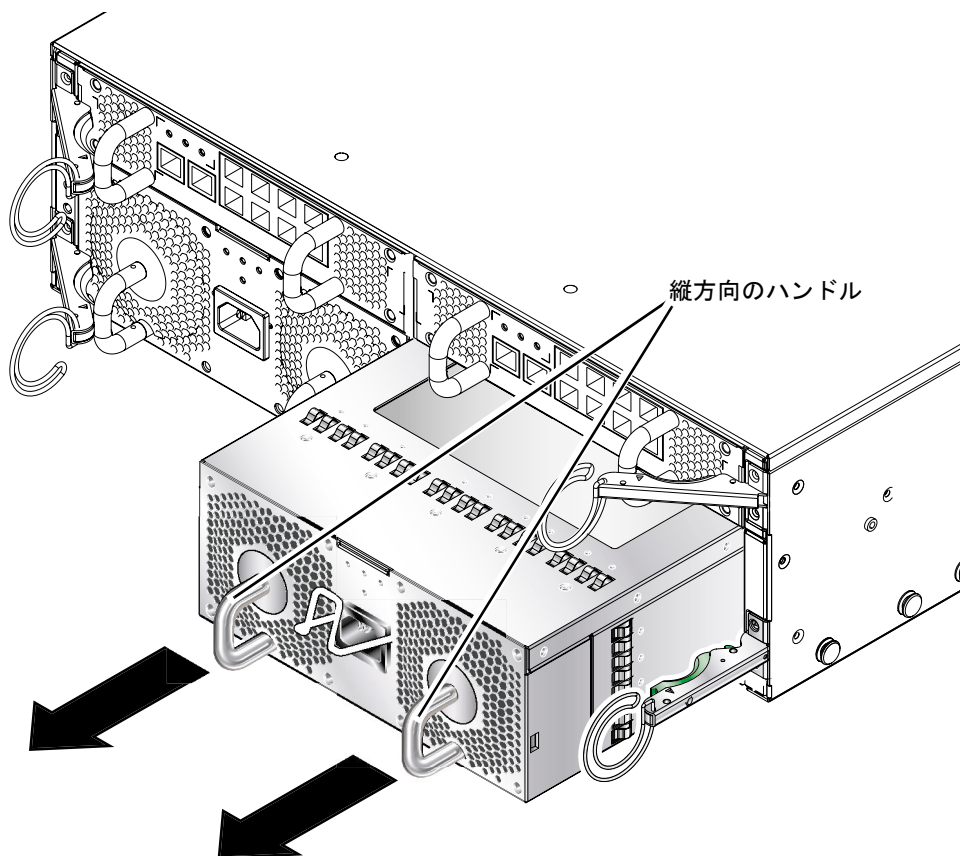

図 4-8 PSU のシステムシャーシからの取り外し
3. PSU の背面に縦方向に付いているハンドルを引いて、システムシャーシから PSU を取り出します (図 4-8)。